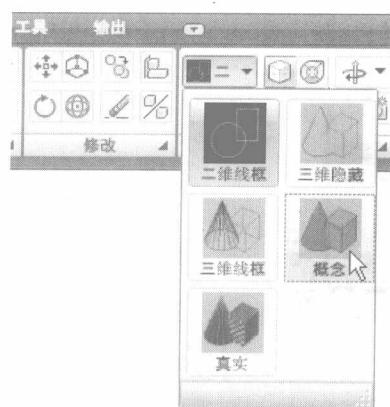

图 1-5 选择视觉样式
**5** 由于几何形体创建部分实例较为简单，仅使用一个视图就可以观察和编辑，所以需要设置视图和视觉样式，进入“默认”选项卡中的“视图”面板，单击 **▼** “选择视觉样式”下拉按钮，在弹出的面板中选择“概念”选项，使用概念视觉样式，如图 1-5 所示。